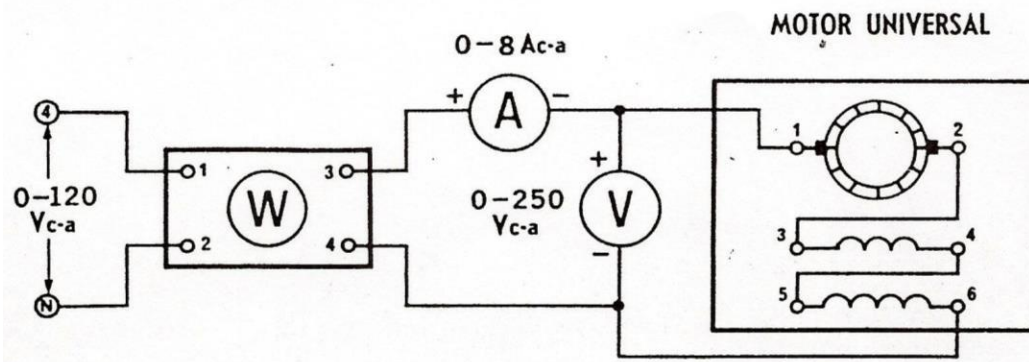

Figura 3
11. Conecte el circuito de la figura 3 con los Módulos EMS de vatímetro y electrodinamómetro (recuerde que debe tener las mismas conexiones de los devanados de armadura y compensación que en el procedimiento 10).